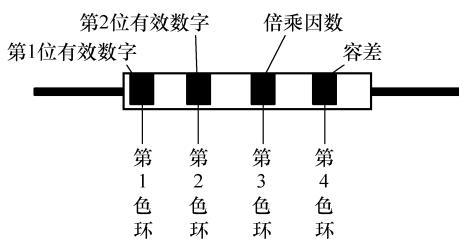

图 2-2 四色环电阻表示方法
① 4 色环电阻就是指用四条色环表示阻值的电阻，从左向右数，如图 2-2 所示。第一道色环表示阻值最大的一位数字，第二道色环表示第二位数字，第三道色环表示阻值倍乘的数（数字后面添加“0”的个数），第四道色环表示阻值允许偏差（精度）。